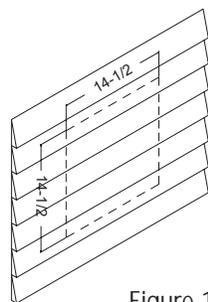

Figure 1
3. Installez la grille du ventilateur en plaçant la grille au-dessus du trou et en alignant le trou central avec le trou de montage de la grille sur le support du moteur. (fig 1)